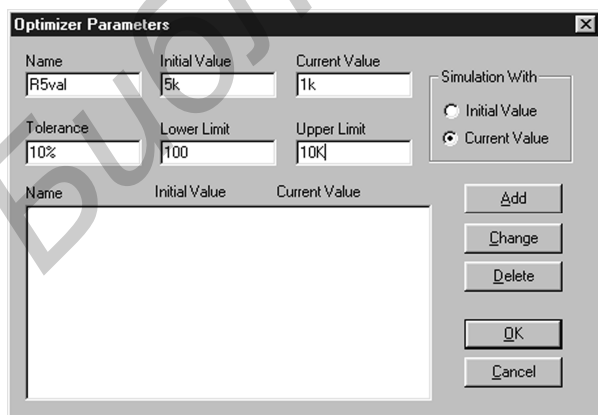

Рис. 6.3. Окно ввода параметра
4. Дважды щелкнув левой кнопкой мыши на рамке, перейдем в окно ввода параметра, приведенное на рис. 6.3.